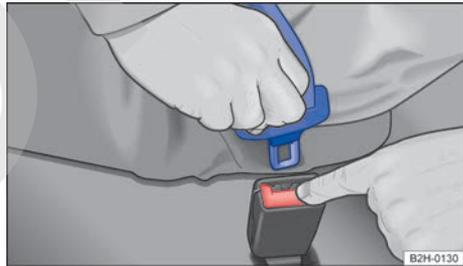

Fig. 53 Soltar la lengüeta del cinturón abdominal del cierre del mismo.
- Pulse la tecla roja del cierre del cinturón ⇒ fig. 53. La lengüeta del cinturón sale expulsada.